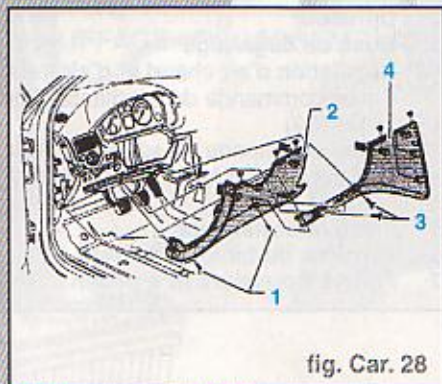

fig. Car. 28
- Dévisser entièrement les deux vis (1) (fig. Car. 28).
- Déclipser le haut du revêtement (2).
- Dévisser entièrement les deux vis (3).
- Déclipser le haut du revêtement (4).